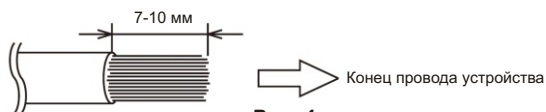

Рис. 4
2. Удалите 7-10 мм изоляции с концов проводов (Рис.4).